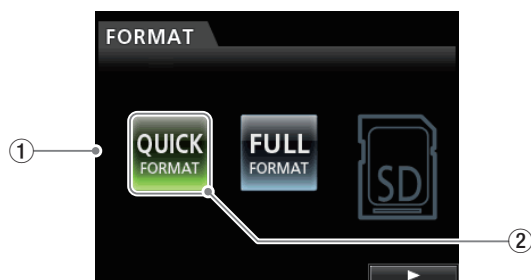

Fig 4
- Open the format selection screen on the display (Fig. 4-①).
- Use the **JOG/DATA** dial to select the **"QUICK FORMAT"** icon (Fig. 4-②).
After selection, press the **F4** button (Fig. 3-③), which corresponds to the [▶] icon at the bottom right of the screen, to open the format confirmation screen (Fig. 4-③).
- LCD画面にフォーマット選択画面(Fig4-①)を表示する。
- カーソルを**JOG/DATA**ダイヤルで操作し、**"QUICK FORMAT"**アイコン(Fig4-②)を選択する。選択後、画面右下の[▶]マークに対応する**F4**ボタンを押し、フォーマット同意画面(Fig4-③)に移動する。移動後、画面左下の[YES]マークに対応する**F2**ボタンを押し、フォーマットを実行する。